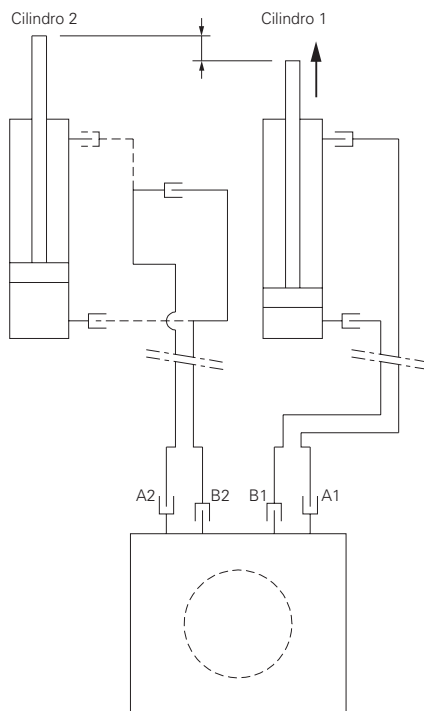

Fig. C6.03
2. Estendere il cilindro 1 e compensare lo spostamento laterale (Fig. C6.03)